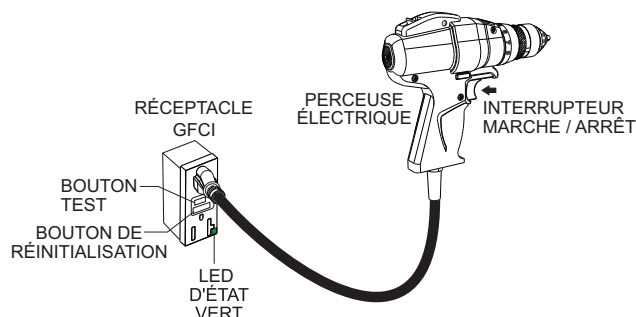

Figure 70. Test de la prise de courant GFCI
4. Branchez un outil électrique dans la prise du disjoncteur de fuite de terre, par exemple une perceuse électrique (Figure 70). Appuyez sur l'interrupteur ON/OFF de la perceuse et vérifiez que la perceuse s'allume.